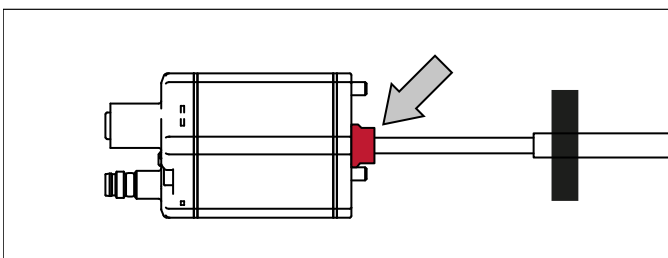

Abb. 34: Dichtung vor Einsatz in Sensorrohr HD/HL/HP entfernen
- Der Basissensor ist mit drei Schrauben am Sensorstab befestigt und lässt sich im Servicefall leicht austauschen. Entfernen Sie vor dem Einschleiben des Basissensors in das Sensorrohr HD/HL/HP die rote Dichtung am Übergang zwischen Sensorelektronikgehäuse und flexiblem Messstab (Abb. 34). Der Hydraulikkreislauf bleibt geschlossen. Mehr Informationen finden Sie im Kapitel „4.11.1 Austausch des Basissensors beim Modell RH5/RFV/RF5“ auf Seite 69.